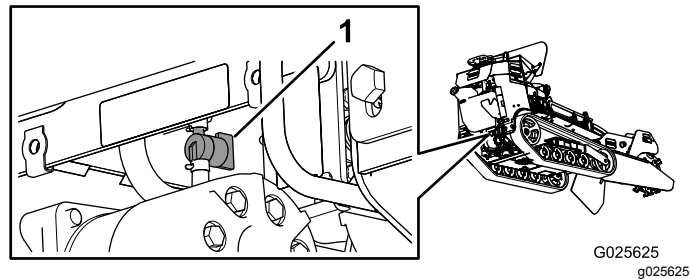

Figura 41
4. Gire la válvula de cierre del combustible a la posición de Cerrado (Figura 41).
5. Apriete los extremos de la abrazadera en el lado del motor de la válvula y deslícela por el tubo de combustible, alejándola de la válvula (Figura 41).
6. Retire el tubo de combustible de la válvula (Figura 41).